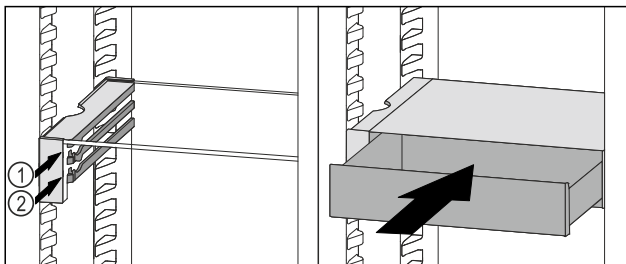

Fig. 107
- ▶ Встановити висувний ящик VarioSafe за стопорами на потрібне ребро Fig. 107 (1) або Fig. 107 (2).